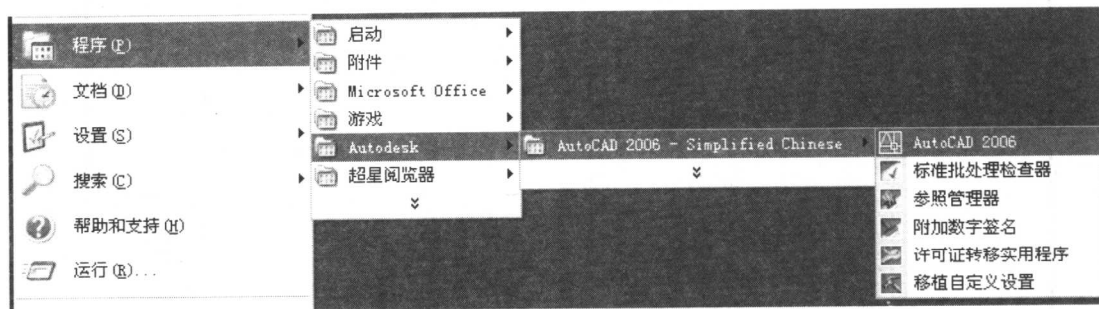

图 1.1 从程序中打开 AutoCAD 2006
(1) 使用桌面快捷方式启动 双击桌面上 AutoCAD 2006 快捷图标。
(2) 使用“开始”菜单启动 执行“开始”→“程序”→“Autodesk”→“AutoCAD 2006-Simplified-Chinese”→“AutoCAD 2006”（见图 1.1）。